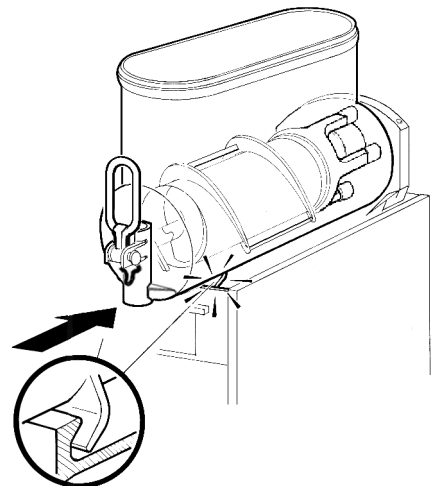

Bild 16
- 7 Den Behälter aufsetzen und gegen die Rückwand schieben, bis er die Dichtung vollständig umschließt und seine unteren Befestigungshaken gleichzeitig in die dafür vorgesehenen Wülste in der Tropfschale eingreifen (Bild 16).